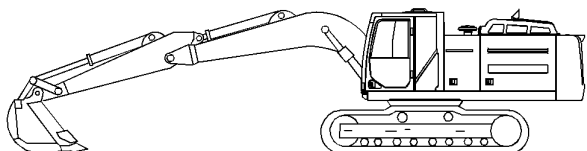

Рисунок 1
2. Полностью втяните шток гидроцилиндра рукояти. Отрегулируйте положение рычажного механизма таким образом, чтобы навесное оборудование находилось параллельно земле. Опускайте стрелу до тех пор, пока навесное оборудование не окажется на земле. См. рис. 1 .